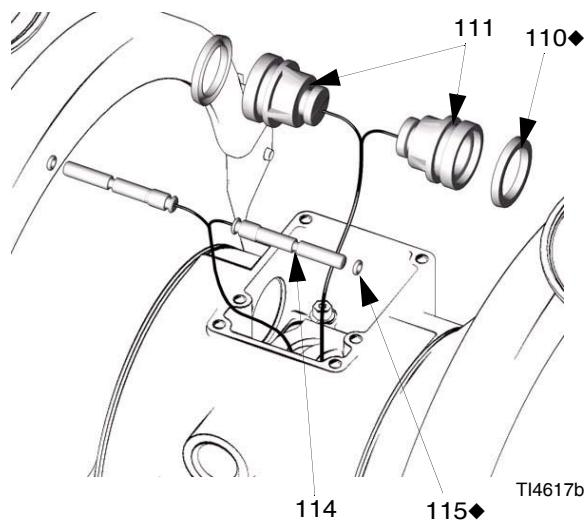

Рис. 8
- Извлеките два приводных поршня (111). Извлеките из поршней П-образные кольца (110). Вытащите направляющие стержни (114). Извлеките из направляющих стержней уплотнительные кольца (115). См. Рис. 8.